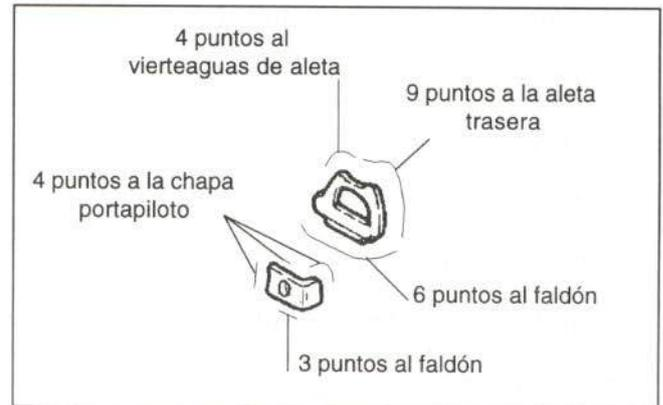
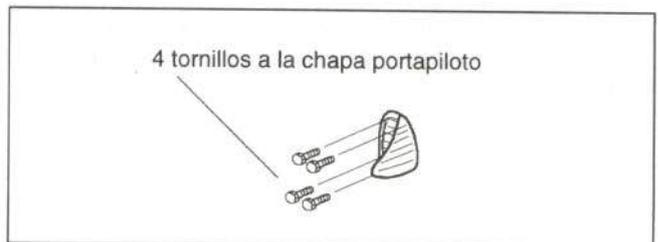

Figura 56.- Unión de la chapa portapiloto
Figura 58.- Unión del piloto trasero
En la figura 56 se detalla la unión de esta pieza. Deberá tenerse en cuenta que, previamente a la sustitución debe extraerse su moldura bajo piloto, cuya unión se muestra en la figura indicada.
Únicamente deberá extraerse adicionalmente el piloto trasero (figura 58) y la moldura bajo piloto (figura 56).
- Piloto trasero (figura 58)